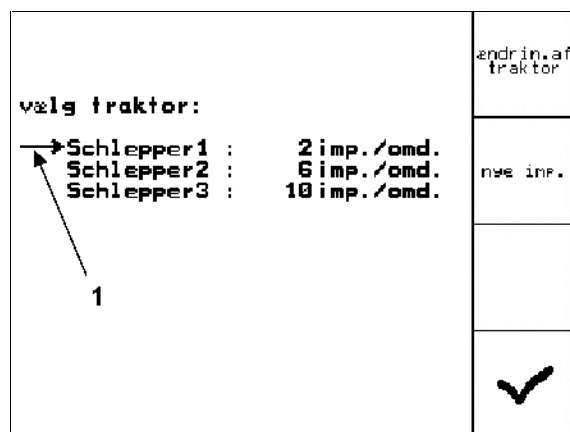

Fig. 40
2. Pilen (Fig. 40/1) flyttes v.h.a. tasterne